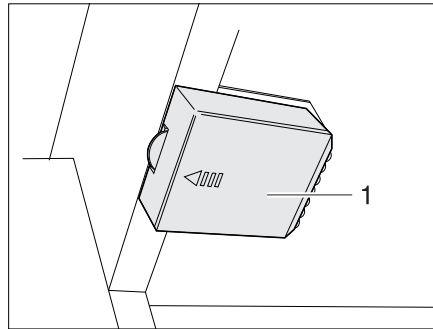

Bild 161 Kleiderschrankleuchte mit LED, Batteriefach geschlossen
- Deckel (Bild 161,1) in Pfeilrichtung aufschieben.
- Die Batterien (Bild 161,2) aus dem Batteriehalter entnehmen.
- Deckel (Bild 161,1) wieder zuschieben.